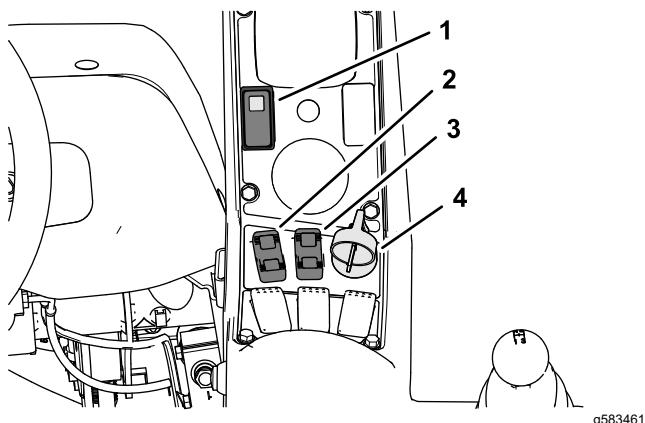
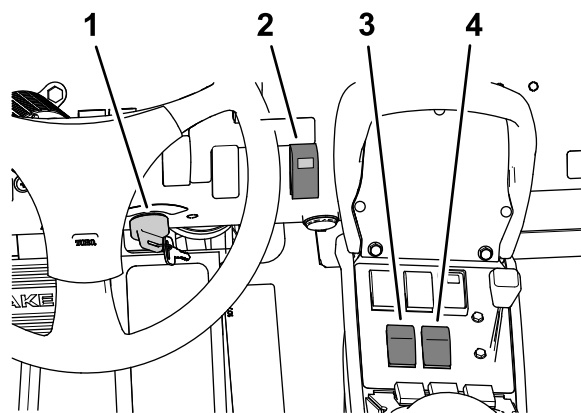
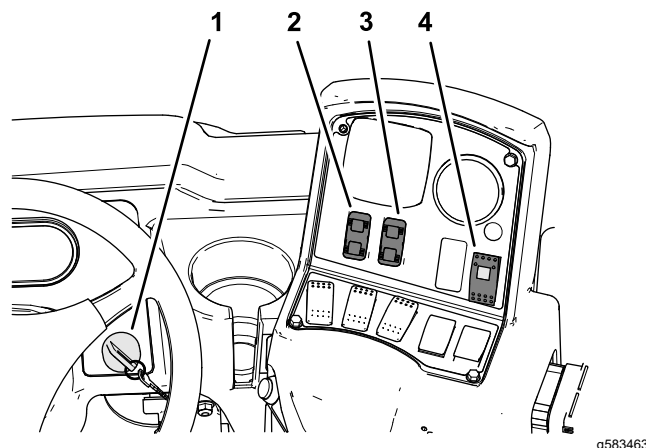

Figure 31
Figure 32
Figure 33
Remarque: Le témoin des rampes soniques (Figure 31, Figure 32 ou Figure 33) s'allume sur l'interrupteur des rampes soniques et indique l'état du système comme suit :
- Placez l'interrupteur des rampes soniques (Figure 31, Figure 32 ou Figure 33) à la position MARCHE.
- Utilisez l'interrupteur de commande de levage de rampe (Figure 31, Figure 32 ou Figure 33) pour abaisser la rampe à la hauteur voulue au-dessus du sol.
Remarque: Vous pouvez neutraliser temporairement le fonctionnement automatique des rampes en utilisant les interrupteurs de commande (Figure 31, Figure 32 ou Figure 33) pour élever ou abaisser une ou les deux rampes.
- Pour rétablir le mode automatique, placez brièvement le ou les interrupteurs de commande des rampes à la position DESCENTE (Figure 31, Figure 32 ou Figure 33) pour permettre au contrôleur des rampes soniques de régler l'extrémité des rampes à la hauteur voulue au-dessus du sol.
- Placez l'interrupteur des rampes soniques (Figure 31, Figure 32 ou Figure 33) à la position ARRÊT.
- Utilisez les interrupteurs de commande des rampes gauche et droite pour modifier la hauteur des rampes extérieures (Figure 31, Figure 32 ou Figure 33).